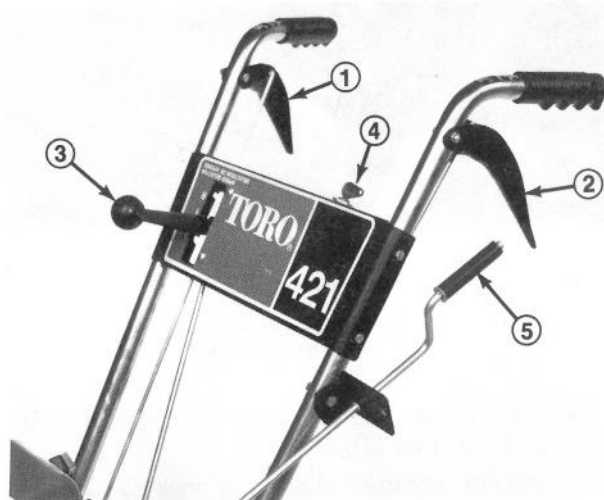

Figure 16
**Commande de tarière** (Fig. 16) — Cette commande a deux positions: EMBRAYÉE (Engage) et DÉBRAYÉE (Disengage). Pour embrayer la tarière et le rotor, comprimez le levier contre la poignée du mancheron droit. Pour les débrayer, relâchez le levier.
**Commande de traction** (Fig. 16) — Pour obtenir une traction, comprimez le levier contre la poignée du mancheron gauche. Pour arrêter la traction, relâchez le levier.
**Sélecteur de vitesse** (Fig. 16) — Cette commande a quatre positions: marche arrière, 1, 2 et 3 (trois vitesses avant). Pour changer de vitesse, placez le levier à la position désirée. Le levier s'enclenchera dans un cran à chacune des vitesses choisies. Utilisez les positions 1, 2 et 3 selon les conditions de la neige.
**Clé d'allumage** (Fig. 16) — La clé d'allumage a deux positions: MARCHE (on) et ARRÊT (off). Mettez la clé en position MARCHE (on) avant de mettre le moteur en marche à l'aide du démarreur à rappel. Pour arrêter le moteur, mettez le clé en position ARRÊT (off).
**Commande d'éjecteur** (Fig. 16) — Tournez la manivelle de commande de l'éjecteur à droite pour orienter l'éjecteur vers la gauche et tournez la manivelle vers la gauche pour orienter l'éjecteur vers la droite.
4. Tournez la clé d'allumage en position de MARCHÉ (Fig. 16).
1. Mettez la commande de traction et la commande de tarière (Fig. 16) en position débrayée.
2. Ramenez la manette des gaz en position lente (slow) et tournez la clé d'allumage en position d'ARRÊT (Off) (Fig. 16).